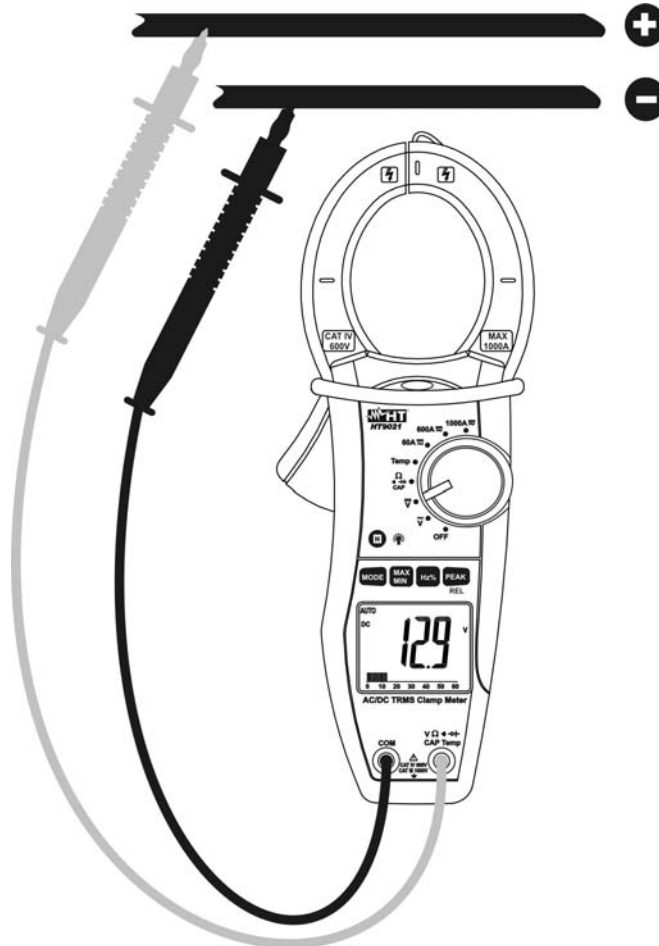

Abb. 3 DC Spannungsmessung
2. Verbinden Sie die Meßleitungen mit den Eingangsbuchsen. Die rote Meßleitungsbuchse mit der  $V\Omega\text{CAP Temp}$  Eingangsbuchse, die schwarze Meßleitungsbuchse mit der **COM** Eingangsbuchse (Abb. 3)